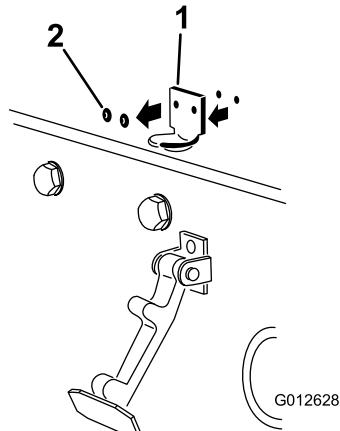

图 12
- 拆下将机罩门锁支架固定至机罩的 2 个铆钉 (图 12) 然后从机罩上卸下机罩门锁支架。